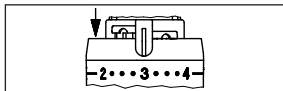

Fig. 9
2. Deslice los clips limitadores fuera de la "posición de guardado" y colóquelos en las ranuras inmediatamente anterior y posterior a la posición "3" (fig. 9).